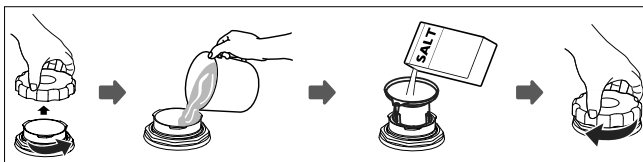

Fig. 13 – Riempimento con sale
- Rimuovere il cestello per stoviglie (6) e svitare il coperchio del contenitore del sale (11).
- Prima del primo utilizzo versare circa 1 l d'acqua nel contenitore del sale (vedere la Fig. 13).
- Usando uno strumento adatto, come un normale imbuto domestico, versare 130 g di sale per lavastoviglie nell'apertura del contenitore del sale (11). È normale che l'acqua fuoriesca dal contenitore del sale.
- Una volta riempito il contenitore, riposizionare il coperchio e chiuderlo ruotandolo in senso orario (vedere la Fig. 13).